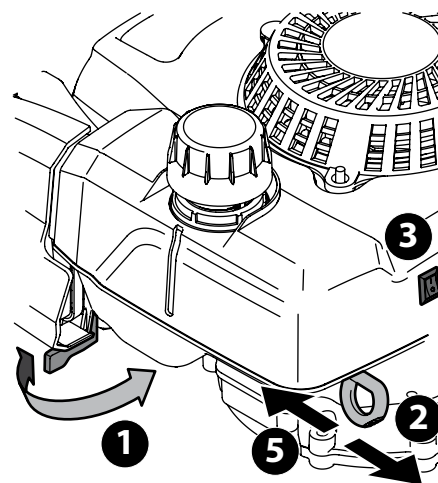

Figura 5-2
1. Si lo tiene, a su vez de la válvula de combustible ubicado en el motor. Vea la Figura 5-2